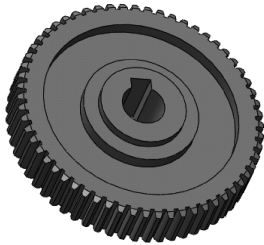

图 12-12 切除-拉伸特征 2
5) 单击【特征】工具栏中的 (切除-拉伸)按钮,在【属性管理器】中弹出【切除-拉伸】属性设置。在【方向 1】选项组中,设置【终止条件】为【给定深度】,  (深度)为 3.00mm,单击 (确定)按钮,生成拉伸切除特征,如图 12-12 所示。